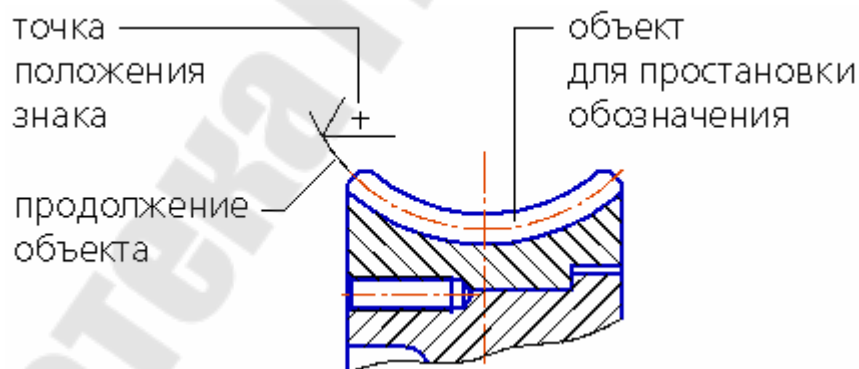

Рисунок 2.11 - Простановка обозначения шероховатости на продолжении объекта
4. Укажите точку, определяющую положение знака на выбранном объекте. Если точка указана вне объекта, то положение знака определяется проекцией заданной точки на объект или его продолжение. В этом случае объект (за исключением NURBS, конических кривых и кривых Безье) автоматически продлевается на нужное расстояние тонкой линией (рис. 2.11).